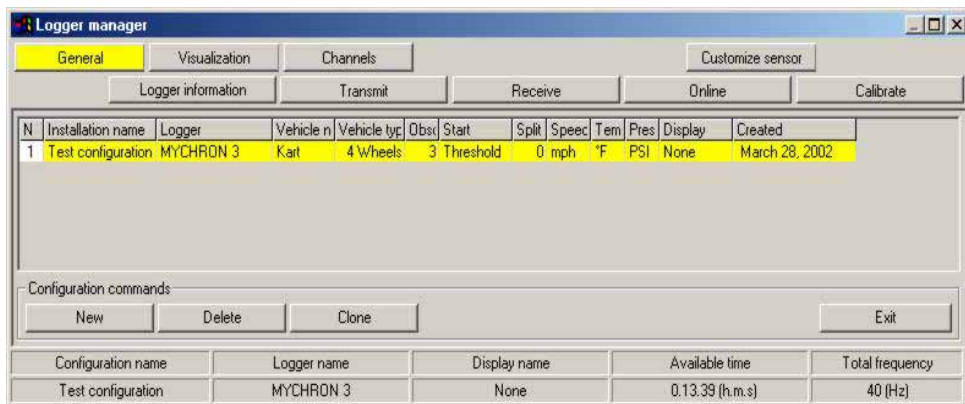

Figura 26: Finestra “Generale”
- *Generale*: con questo tasti entri nella finestra di **Figura 26**;